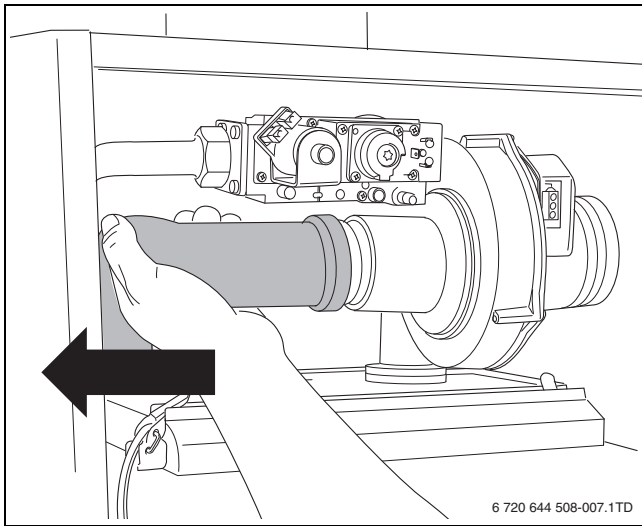

Fig. 7
- ▶ 从文氏管中拔出进气管 (→ 图 7, 第 44 页)。